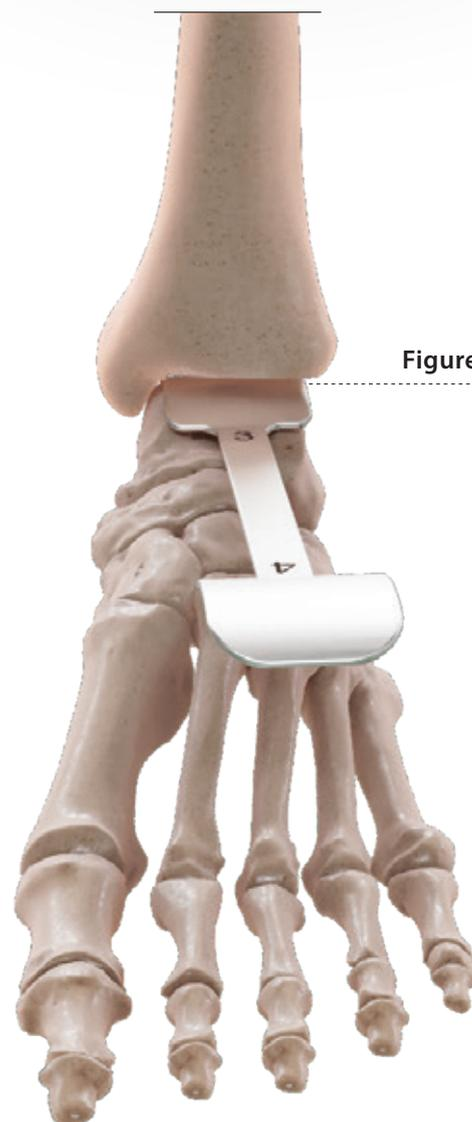

Figure 4
Lors de cette étape, il est également recommandé de tenir compte de la rotation distale anatomique du tibia du patient. **(Figure 4)**
**(Spatule tibiale - Figure 4)**